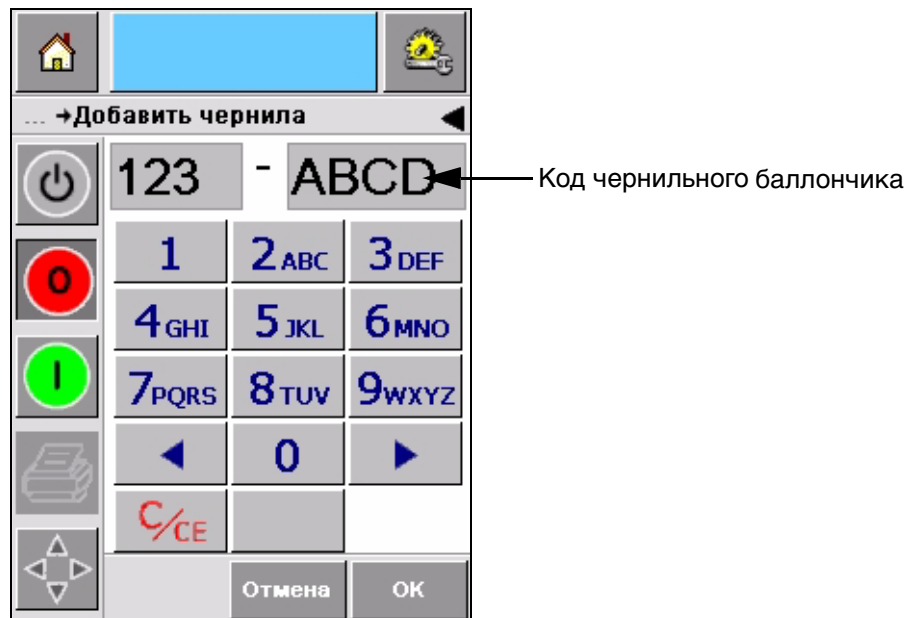

Рисунок 4-10: Код баллончика
- 4 Введите уникальный код баллончика, указанный на этикетке каждого чернильного баллончика (Рисунок 4-10) и нажмите OK.